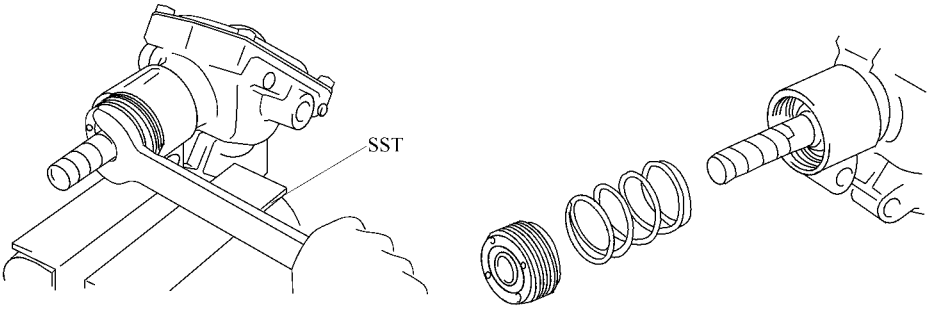

图 16-85 拆下小齿轮轴承的调整螺钉
(4) 拆下小齿轮轴承的调整螺钉。在轴上卷上乙烯胶带，使用转向机壳大修工具拆下调整螺钉，再从调整螺钉内取出弹簧，如图 16-85 所示。